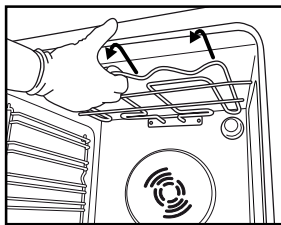
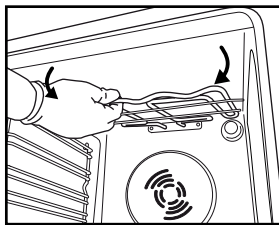

Fig. 4
Fig. 5
2. Træk let ud i varmelementet (Fig. 4), og sænk det (Fig. 5).